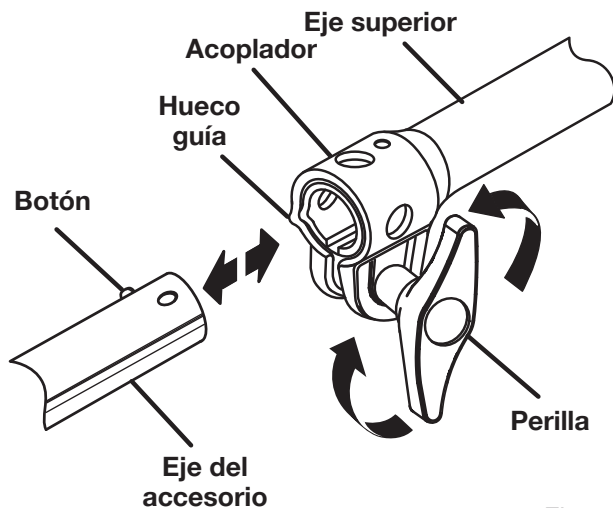

Figura 2
*Vea la figura 2.*
Vea la figura 2.